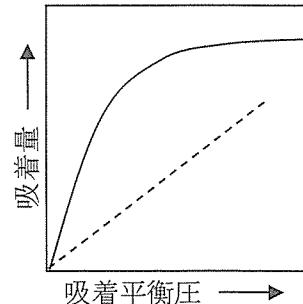

図 1. ある温度におけるガスの固体への吸着挙動
(1) Langmuir の吸着等温式ではいくつかの条件を仮定して導出される。以下のなかから、正しい条件をすべて選択せよ。
(2) 括弧内の①～③に入る式を答えよ。
(3) あるガスの固体への吸着実験において、飽和吸着量が  $7.0 \times 10^{-3} \text{ mol L}^{-1}$ 、平衡吸着定数が  $2.0 \times 10^{-2} \text{ kPa}^{-1}$  とする。ガスの分圧が  $50 \text{ kPa}$  のときのガス吸着量【 $\text{mol L}^{-1}$ 】を求めよ。
(4) 縦軸に吸着量、横軸に吸着平衡圧として吸着挙動をプロットしたものが図 1 である。このとき、実線は Langmuir の吸着等温式の代表的なプロットとなる。固体とガスの界面相互作用によっては、破線のような挙動を示す場合がある。破線において、どのような吸着挙動となるか。【吸着サイト、占有率】という語句を用いて 30 字程度で答えよ。